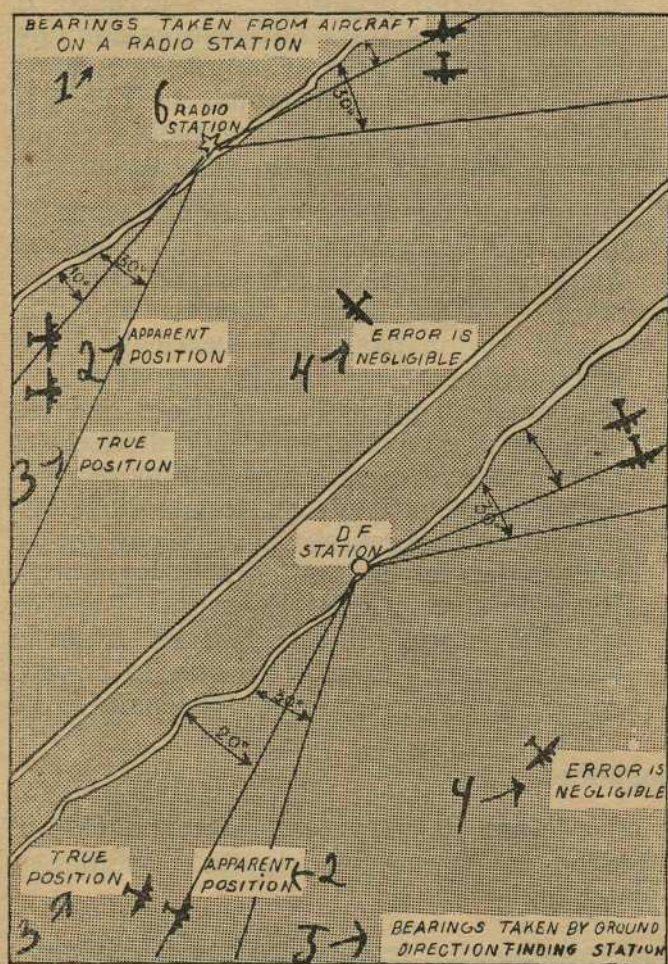

FIGURE 64
**4° Effet du littoral.** — Après avoir traversé de vastes étendues d'eau, les ondes radio sont distordues en abordant le littoral. L'effet est semblable à la réflexion que subit un rayon lumineux en traversant un volume d'eau. La déflexion est plus grande quand la ligne avion-station traverse le littoral sous un angle plus petit que lorsque cette droite traverse le littoral sous un angle grand (c'est-à-dire plus près de la perpendiculaire). Pour cette raison, les relèvements pris d'avions survolant des étendues d'eau sur des stations terrestres ne seront employés qu'avec beaucoup de prudence si la ligne avion-station traverse le littoral sous un angle inférieur à 30 degrés. L'effet du littoral se manifeste aussi dans les mesures faites par des stations terrestres. Cette erreur sera cependant en sens opposé à l'erreur affectant les mesures prises d'un avion. (Voir figure 64.)